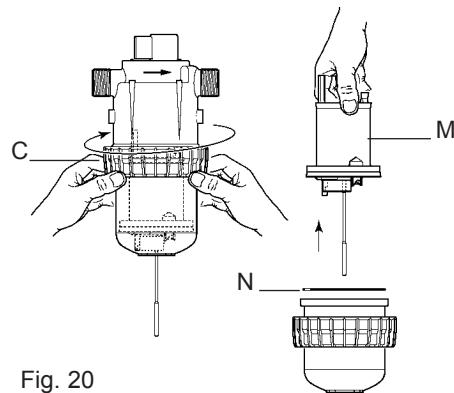

Fig. 20
- Svitare a mano il dado della parte superiore (**Fig. 20-C**) e rimuoverlo.
- Uscire il pistone motore (**Fig. 20-M**) tirando verso l'alto.
- Per questo, tappa ① posizionare il motore parzialmente nella parte inferiore, tappa ②, poi in posizione intermedia nella parte superiore stando attento a non rovinare la guarnizione di tenuta (**Fig. 20-N**).
- Tappa ③, avvitare il dado a mano.
- Montare l'insieme, poi rimontare la parte dosaggio avendo prima pulito o cambiato la guarnizione di tenuta (**Fig. 20-N**).